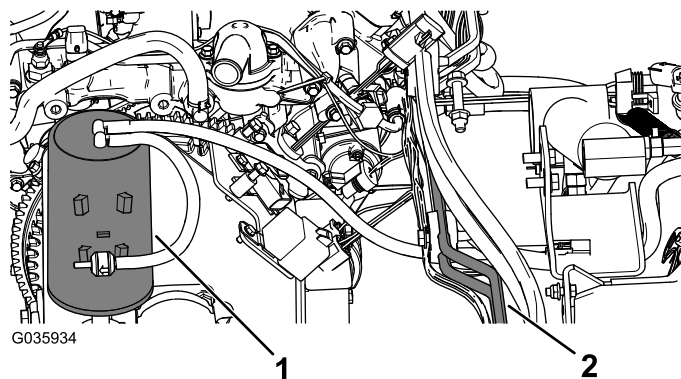

図 9
1. カーボンキャニスタを機体左側に移動し、可動部や高温部から離してケーブルタイで油圧パイプに固定する【図 9】。